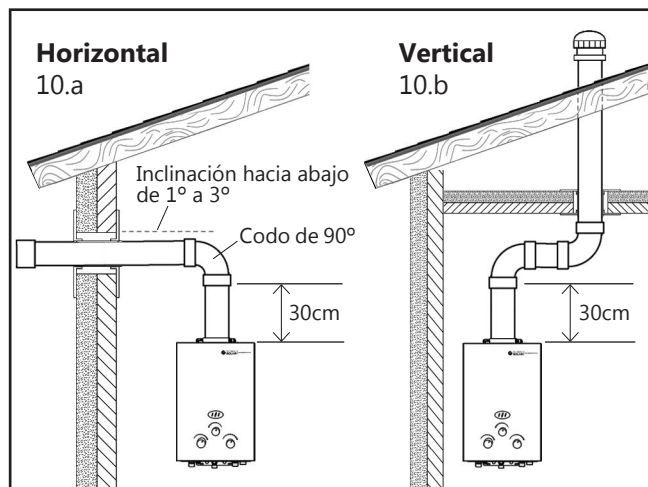

Figura 10. Instalación de ductos de ventilación.
- **Instalación Horizontal:** El tubo de escape deberá extenderse al exterior con una inclinación hacia abajo de 1° a 3° para facilitar el flujo del agua condensada, y su longitud horizontal no debe exceder los 3 metros. (Ver figura 10.a).
- **Instalación Vertical:** La longitud mínima requerida del tubo vertical de escape debe ser de 2 metros. (Ver figura 10.b).